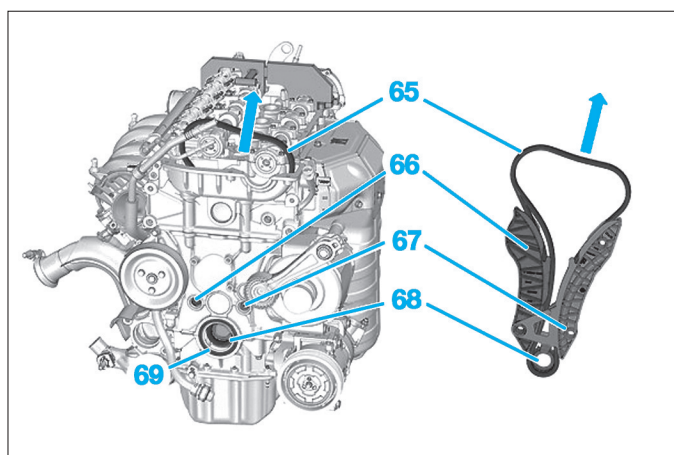

Fig. 26
- l'ensemble chaîne de distribution (65), guide tendeur (66), guide fixe (67), pignon de vilebrequin (68) (Fig.26),
- la bague d'étanchéité (69).